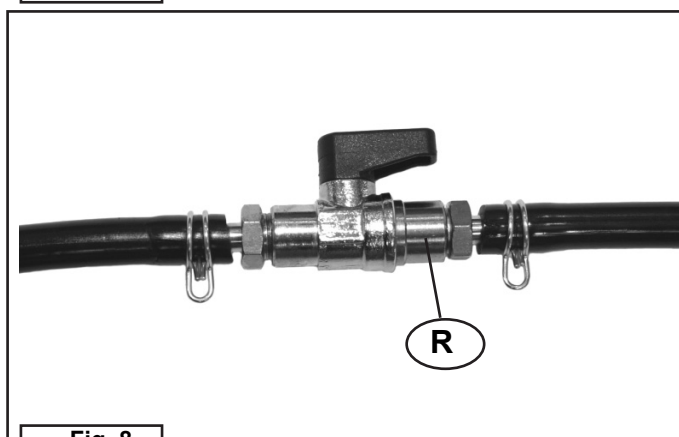

Fig. 8
- rubinetto gasolio on/off (**R**) (Fig. 8).